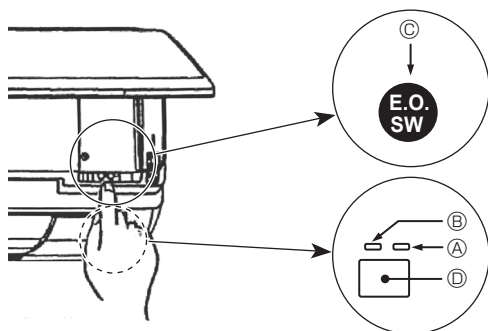

Fig. 5-2
- A működés leállításához nyomja meg a(z) ④ gombot ② vagy a(z) ③ gombot ② másodpercnél hosszabb ideig.
[Fig. 5-2] ① „DEFROST” (JÉGMENTESÍTÉS)/„STAND BY” (KÉSZENLÉT) lámpa (Narancs)
- ② Működést jelző lámpa (Zöld)
- ③ Vészkapcsoló (hűtés/fűtés)
- ④ Jelérzékelő
- Ellenőrizze a „COOL/HEAT” (HÜTÉS/FÜTÉS) funkciót az üzemmódot megjelenítő monitoron. (A narancsszínű lámpa ① a vészkapcsoló megnyomása után 5 másodpercig követi ezt a monitorkijelzést.)